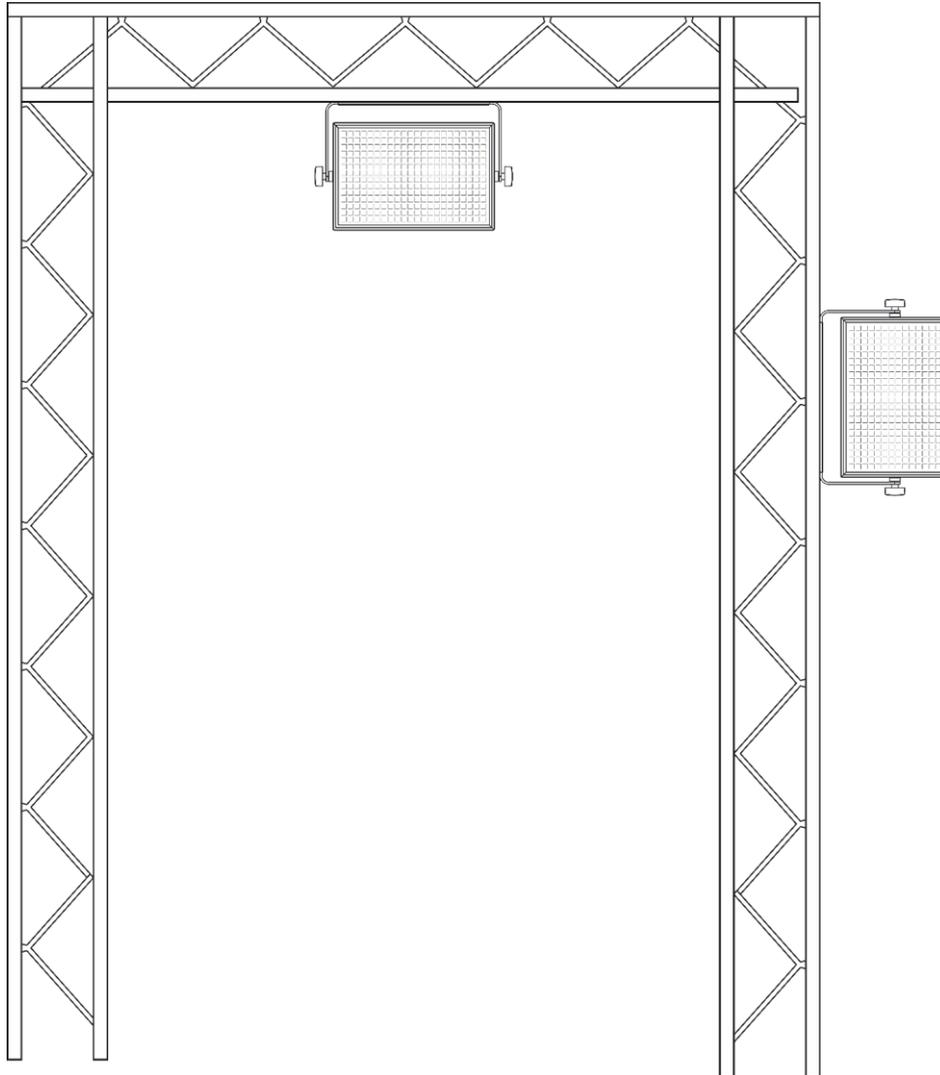

Fig. 05
- 01) Utilice una abrazadera para sujetar el dispositivo a la estructura de soporte como se indica en la Fig. 05. Asegúrese de que el dispositivo no se pueda mover libremente.